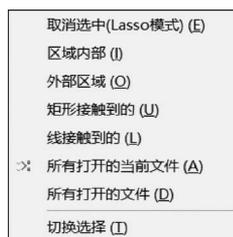

图 3.9 “取消选中”子菜单
(1) 在图纸的空白处,单击,即可取消所有电路原理图元件的选中状态。
(2) 在电路原理图标准工具栏中,单击“取消选择所有打开的当前文件”按钮 ,即可取消所有电路原理图元件的选中状态。
(3) 选择“编辑”→“取消选中”选项,弹出“取消选中”子菜单,如图 3.9 所示。在“取消选中”子菜单中,列举了 8 种取消选中电路原理图元件的方式。